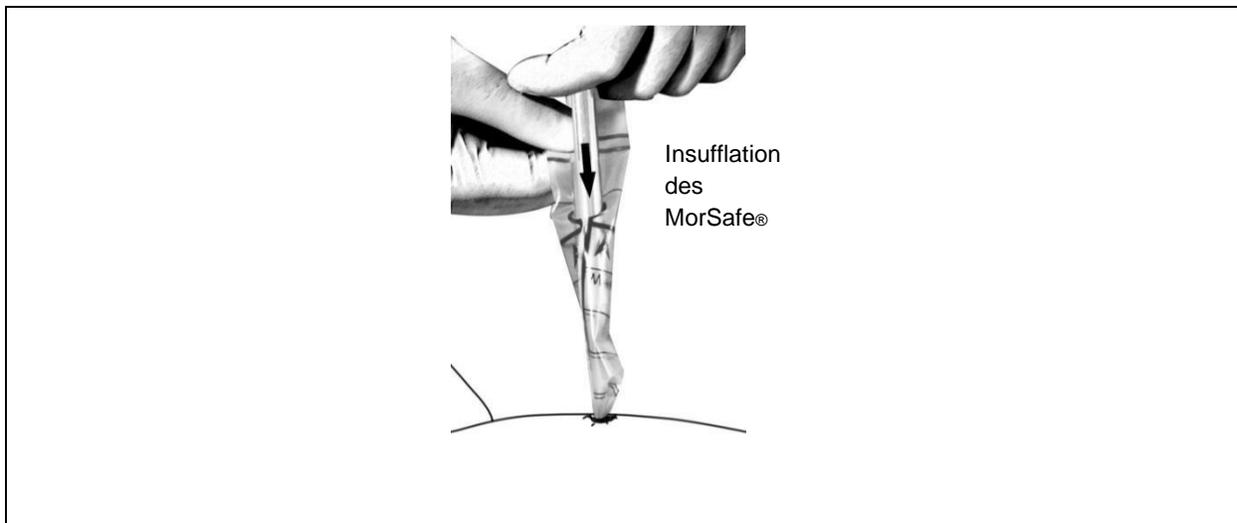

Abbildung 14: Einführen eines Trokars von der Beutelspitze des MorSafe® Gewebemorcellierungs-Beutels aus und Insufflation
- 9.17 Föhren Sie einen Trokar mit stumpfer Spitze durch das Loch an der Beutelspitze des Morcellierungsbeutels und insufflieren Sie das Abdomen (Abbildung 14). Beim Einföhren des Trokars ist darauf zu achten, dass die Trokarspitze den MorSafe® Gewebemorcellierungs-Beutel nicht zersticht.